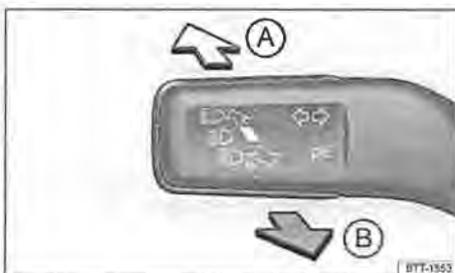

Fig. 62 La leva degli indicatori di direzione e degli abbaglianti, sul lato sinistro del piantone dello sterzo
- Mettere la leva degli indicatori di direzione e degli abbaglianti dalla posizione centrale in quella seguente  $\rightarrow$  fig. 62:
- (A)  $\Rightarrow$  Abbaglianti accesi.
- (B) Funzione di lampeggio fari e spegnimento degli abbaglianti. La funzione di *lampeggio fari* resta attiva per il tempo che si tiene tirata la leva.